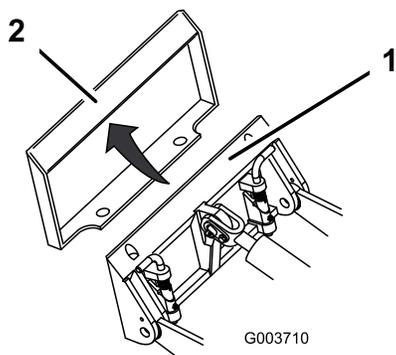

Рисунок 14
4. Расположите монтажную пластину в верхнем выступе приемной пластины навесного оборудования (Рисунок 14).